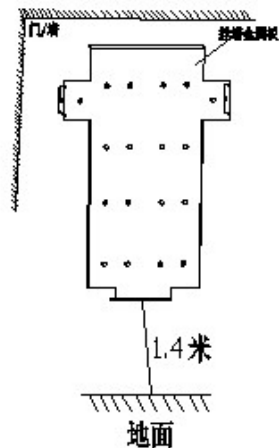

图 1-1
- 将挂墙板放置在底部离地面 1.4 米左右位置，(如挂墙安装时，与门框间距不可大于 0.1 米) 如图 1-1 所示